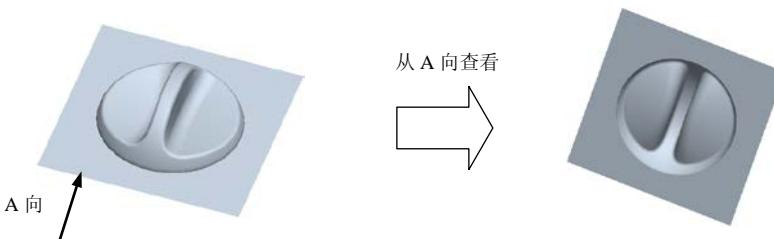

图 11.5 创建分型面
下面将创建图 11.5 所示的分型面，以分离模具的上模型腔和下模型腔。
Step4. 选取分割曲面。在“体积块分割”操控板中单击 右侧的 单击此处添加项 按钮将其激活。然后选取图 11.5 所示的分型面。